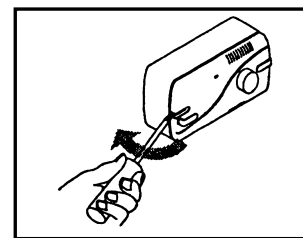

Abb.2a: Abnehmen der Schraubenabdeckungen
- Lösen Sie die Frontplatte und den Montagerahmen, indem Sie die Schraubenabdeckungen abnehmen und die zwei Schrauben entfernen (siehe Abb. 2a und 2b).